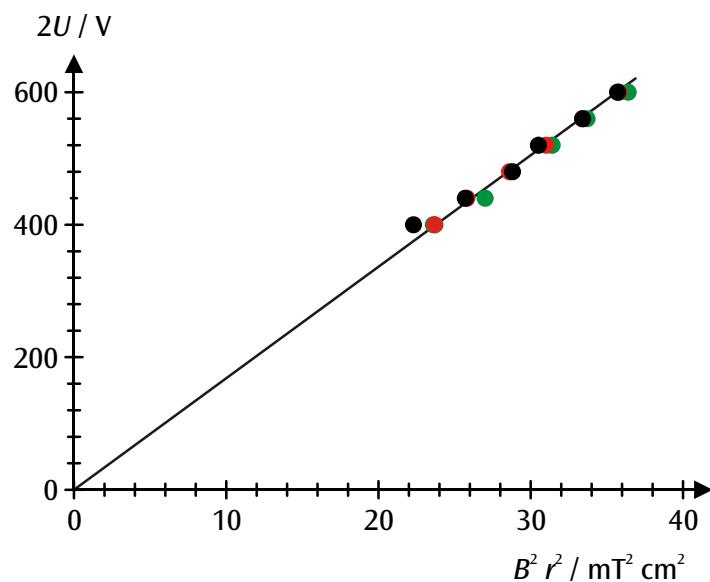

Fig. 3: Diagrama $r^2 B^2 - 2U$ dos valores de medição (preto: $r = 5\text{ cm}$, vermelho: $r = 4\text{ cm}$, verde: $r = 3\text{ cm}$)
- Para uma análise mais detalhada, inserir dos valores de medição num diagrama r^2B^2-2U (veja fig. 3).